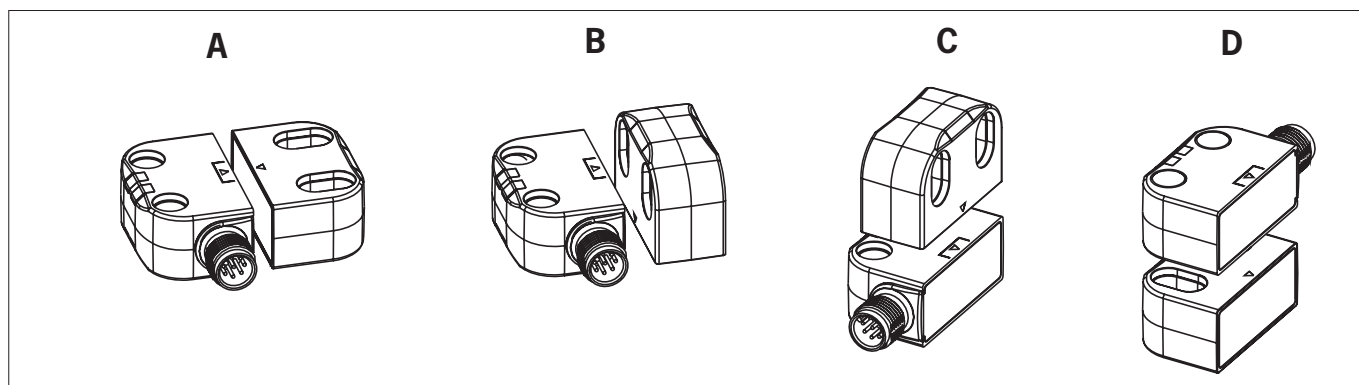
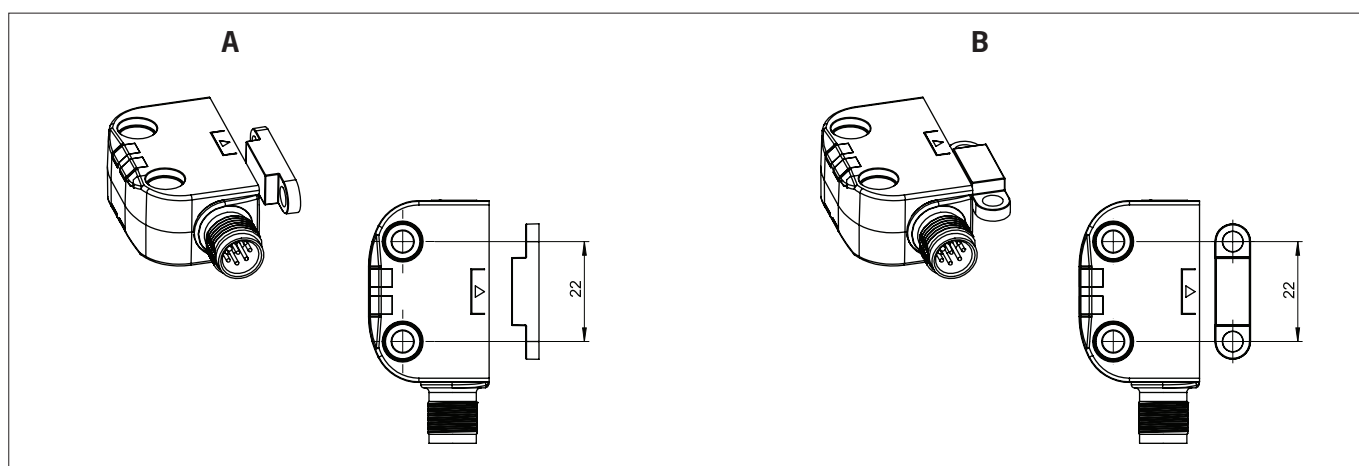

Fig. 1 : Positions de montage autorisées pour les actionneurs CES-A-BTN-C07-... et A-FLX-C07-... : respecter le sens de la flèche figurant sur l'appareil.
Fig. 2 : Positions de montage autorisées pour les actionneurs A-C11-01-... et A-FLX-C11-05-...
- › Respecter les positions de montage autorisées (voir Fig. 1 et Fig. 2).